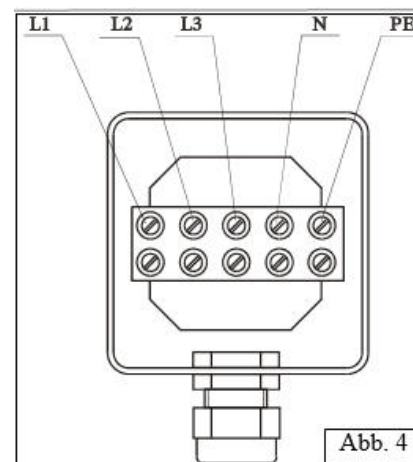

Abb. 4
- ↓ Připojte prodlužovací kabel na příslušné svorky přívodu (L1, L2, L3, N, PE) /Abb. 4.